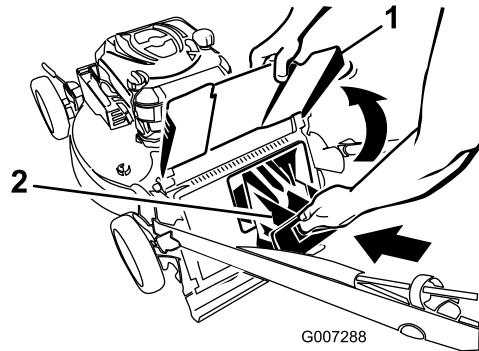
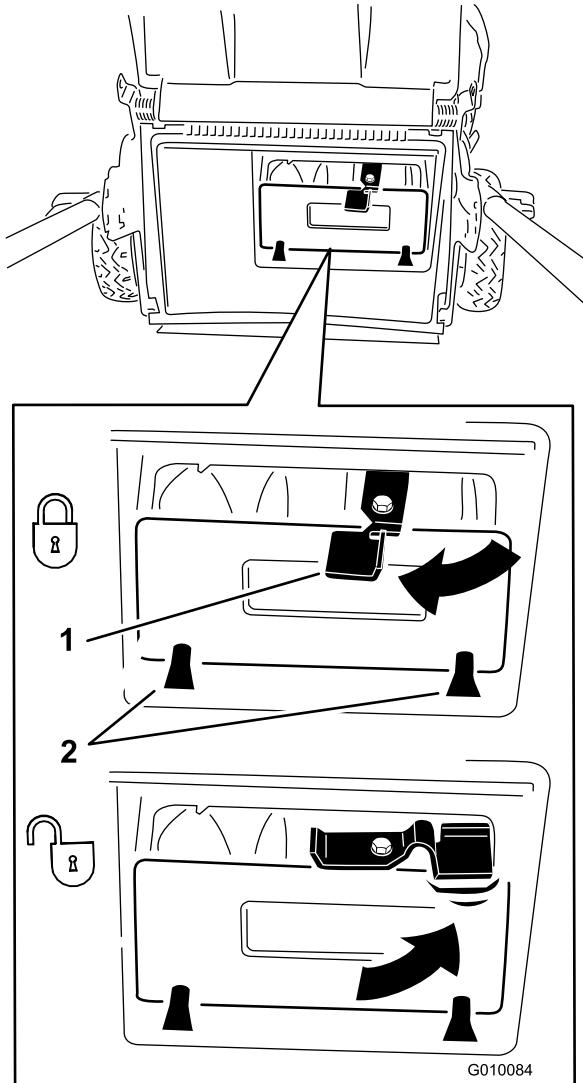

Bild 19
Bild 20
Auswurfkanal an (Bild 19), drücken Sie die Klappe fest ein, bis sie hinter den Laschen einrastet, und drehen Sie den Hebel an der Klappe nach links (Bild 20).
**Hinweis:** Drehen Sie den Hebel an der Klappe nach rechts (Bild 20), um die Klappe zu lösen.